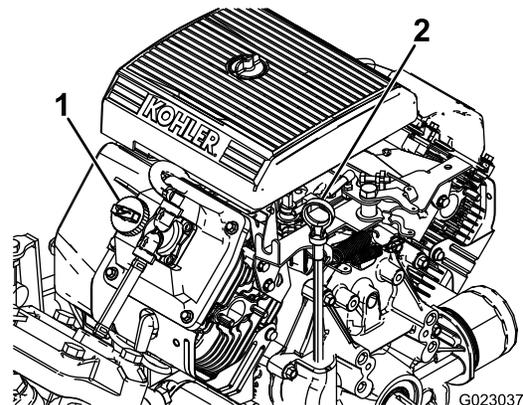

Figura 11
2. Retire la varilla y límpiela con un trapo limpio (Figura 11).
4. Si el nivel de aceite es bajo, retire el tapón de llenado de la cubierta de la válvula (Figura 11) y añada aceite por el orificio hasta que el nivel llegue a la marca LLENO de la varilla; el tipo y la viscosidad correctos figuran en la sección Mantenimiento del aceite de motor \(página 50\).